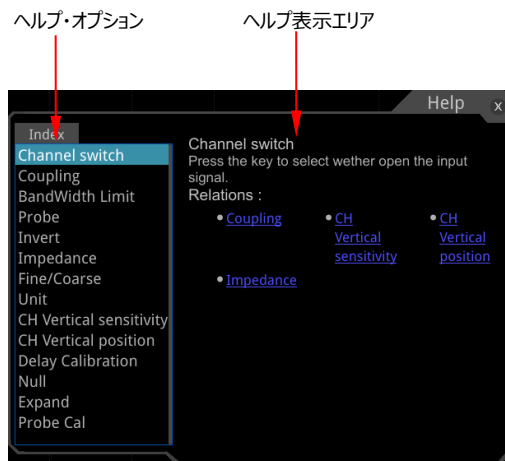

Figure 1-22 ヘルプ情報
2. ファンクション・メニュー・キーの **Content** を押すか、"Content" メニューをタップすると Figure 1-22 のように画面にヘルプ情報が表示されます。ヘルプ・インターフェースは 2 つのセクションで構成されています。左側のセクションが "ヘルプ・オプション"、右側のセクションが "ヘルプ表示エリア" です。